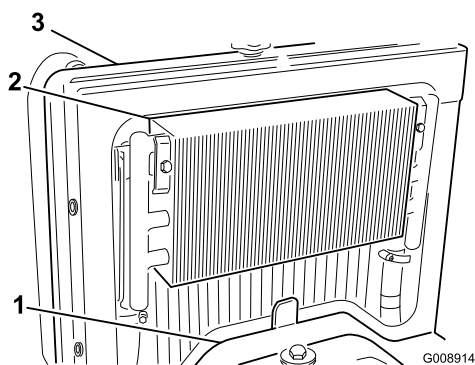

Figura 49
2. Retire el panel de acceso (Figura 49).